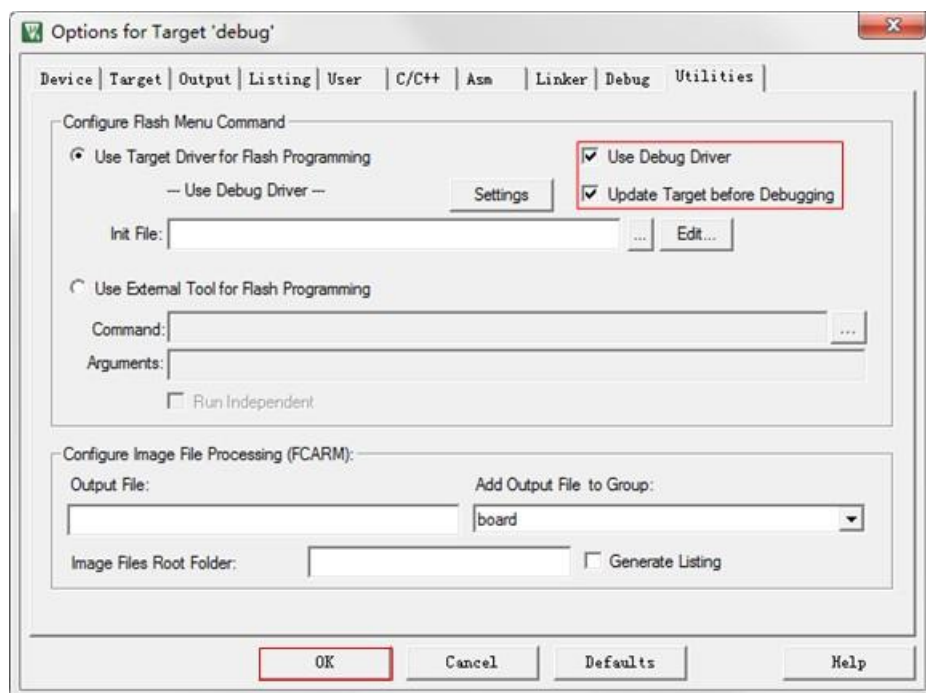

图 4.28 Utilities 配置
- (6) 回到工程配置窗口图 4.17，切换到【Utilities】配置页面，勾选【Use Debug Driver】即选择 Flash 编程工具为【Debug】配置工具，点击【OK】结束所有配置。如图 4.28 所示。